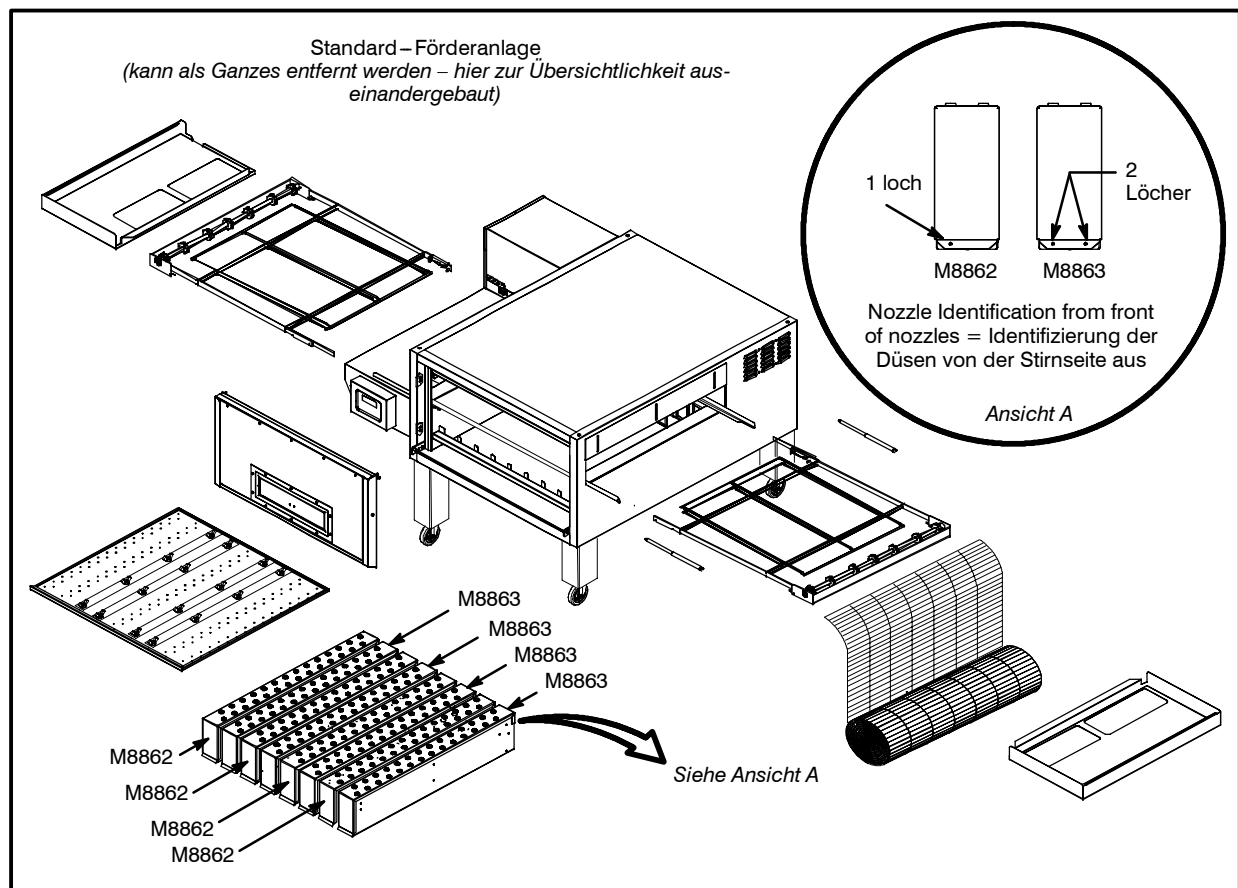

Abbildung 23
– Ziehen Sie das Band von einem Ende aus heraus. Achten Sie darauf, dass Sie das Band aufrollen, wie in Abbildung 23. Andernfalls liegt es verkehrt herum, wenn es wieder auf der Förderanlage montiert wird.
13. Bauen Sie den Ofen wieder zusammen. Vergewissern Sie sich, dass die Düsen in der richtigen Reihenfolge installiert worden sind. Siehe Abbildung 23.